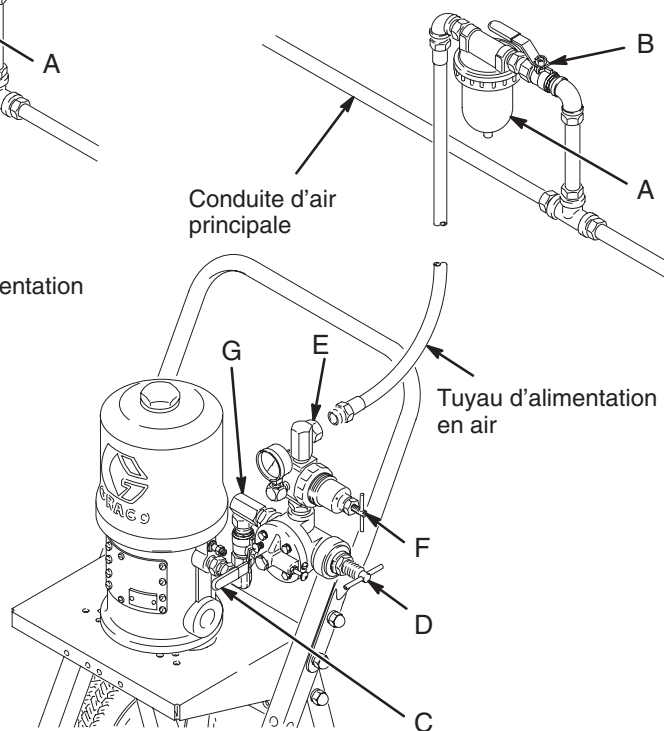
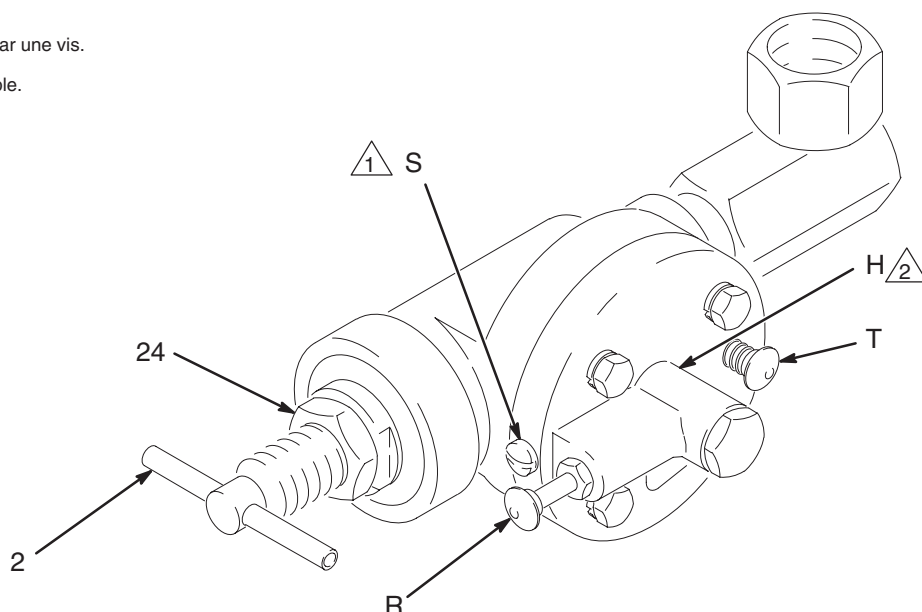

Fig. 1
Fig. 2
Les lettres et nombres indiqués dans le texte renvoient aux Figs. 1 et 2 ainsi qu'à la vue éclatée de la page 10.
Le détail A de la Fig. 1 montre la vanne anti-emballement (D) utilisée sur un moteur pneumatique Bulldog® monté sur chariot. Le montage sur support mural se fait de la même façon. Pour empêcher les déclenchements intempestifs de la vanne anti-emballement causés par des changements du sens de rotation du moteur pneumatique, monter le régulateur d'air (F) entre le moteur pneumatique et la vanne anti-emballement. Utiliser l'adaptateur tournant de 90° (G, fourni) pour brancher la sortie de la vanne anti-emballement sur l'entrée du régulateur d'air.
Les détails B et C de la Fig. 1 montrent la vanne anti-emballement (D) utilisée sur un moteur pneumatique President® monté sur un mur ou un chariot. Pour une utilisation avec de faibles débits d'air, comme c'est le cas avec un moteur President, la vanne anti-emballement fonctionne de manière plus fiable si elle est implantée entre le régulateur d'air (F) et le moteur pneumatique. Utiliser l'adaptateur tournant de 90° (G, fourni) pour brancher la sortie de la vanne anti-emballement sur la conduite d'air.
Orifice de signalisation (voir Fig. 2)
1. Desserrer le contre-écrou de réglage (24). Voir Fig. 2.
2. S'assurer que le papillon (2) est bien tourné à fond **dans le sens anti-horaire**.
4. **Ouvrir lentement** la vanne d'arrêt d'air principale (B), le régulateur d'air (F) et la vanne d'air principale de type purgeur (C). Voir Fig. 1.